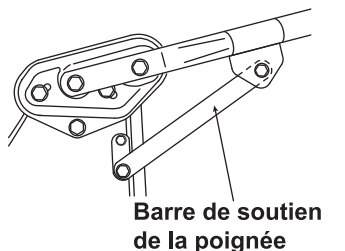

Fig. 3
- 3 Enlevez les boulons du logement et fixez temporairement la barre sans la serrer. (Voir Figs. 3)